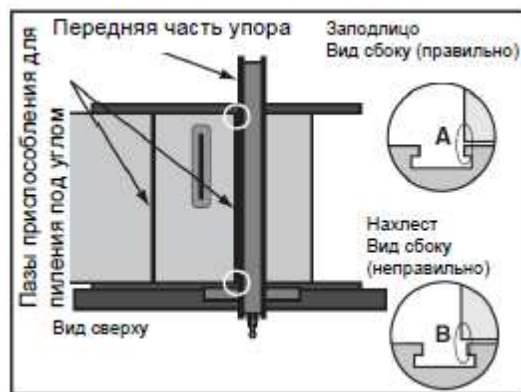

Рис. 35
4. Передвинуть параллельный упор к правой кромке паза приспособления для пиления под углом, как показано на рис. 35, и зафиксировать его.
5. Проверить выравнивание параллельного упора по всей длине паза приспособления для пиления под углом. Если упор и паз приспособления находятся заподлицо, как показано на рис. 35, А, перейти к операции 8, если задняя часть параллельного упора находится внахлест с пазом, как показано на рис. 35, В, параллельный упор не выровнен, перейти к операции 7.